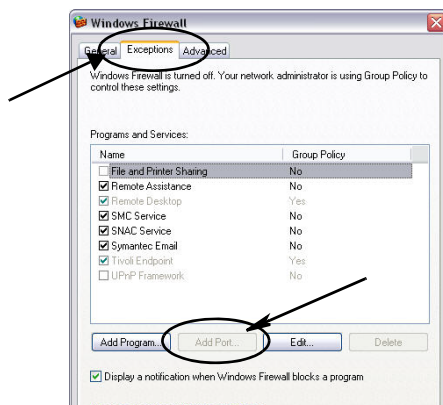

FIG. 25
2. S'il n'est pas déjà sélectionné, cliquez sur l'onglet « Exceptions » pour afficher le contenu (FIG. 25).
3. Cliquez sur le bouton « Add Port » (FIG. 25).